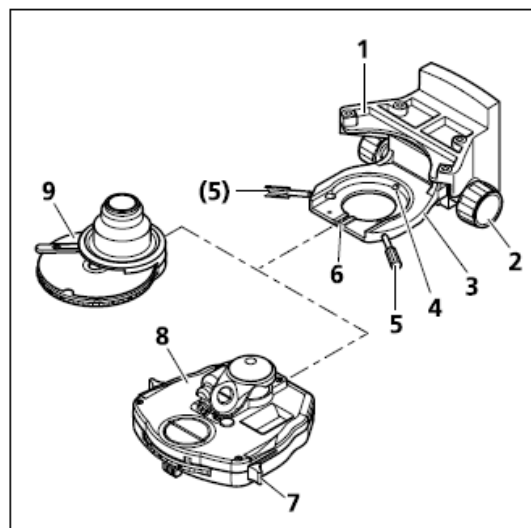

图. 3-15 安装聚光镜.
- 通过聚光镜调节杆(图 3-15/7)将顶透镜放下(如果可动)
- 将聚光镜支架上的调节螺丝(图 3-15/5)拧松至看不见顶端.
- 通过聚光镜调节旋钮(图 3-15/2)将聚光镜支架(图 3-15/3)降至最低位置
- 将聚光镜(图 3-15/9 或 8)插入到聚光镜支架(图 3-15/3)中,并将聚光镜下部的螺丝对准聚光镜支架中沟槽(图 3-15/6)
- 向内挤压聚光镜至聚光镜支架顶端螺丝(图 3-15/4),直至聚光镜水平的位于聚光镜支架内.